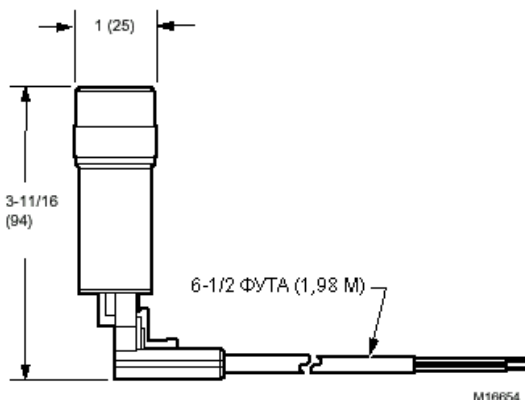

Рисунок 5. Установочные размеры C7927A1008 (европейская версия) в дюймах (мм)
**Принадлежности:** Теплоизолирующий блок 136733, ламинированный пластиком, изолирующий детектор от смотровой трубки при температуре до 130°C, внешняя резьба 1/2-14 NPSM на одном конце и внутренняя 1/2-14 NPSM на другом (см. Рис. 5).